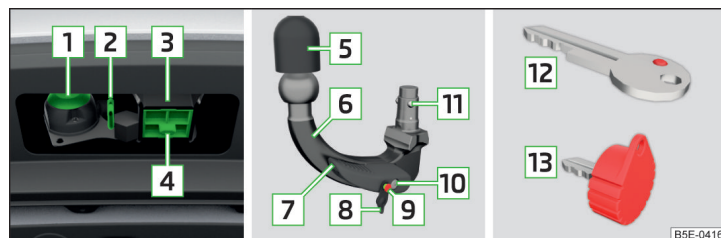

Fig. 178 Suportul dispozitivului de tractare / tija cuplei sferice / cheia (varianta 1 și 2)
Suportul dispozitivului de tractare și tija suplei sferice » fig. 178
- Scoateți masca pentru locașul de fixare **4** » fig. 178 la pagina 169 trăgând în jos.